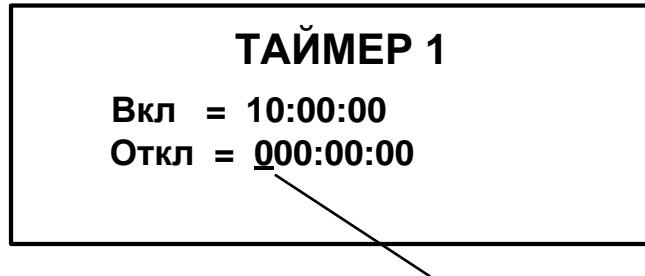

Рис.3. Пример индикации и установки времени отключения таймера.
- 1.2.3. Если после нажатия кнопки появляется мигающий курсор в старшем разряде индицируемого числа (см. рис.3), то кнопками и курсор перемещается в позицию редактируемого разряда числового значения параметра, а кнопками и устанавливается требуемое значение разряда. При этом однократное нажатие кнопки или приводит к изменению (увеличению или уменьшению) числового значения на одну единицу. Также ввод требуемых числовых значений может производиться кнопками